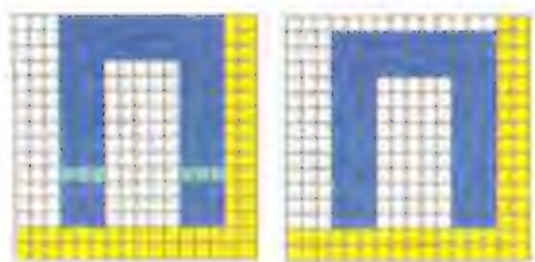

Рис. 3
**Увеличение и уменьшение высоты символа** — эта пара инструментов изменяет высоту редактируемого символа на один пиксел. При наведении на знакоместо курсора мыши включённые пиксели редактируемого символа в строке, где находится курсор, будут окрашены в голубой цвет, как показано на **рис. 3** слева. После щёлчка правой кнопкой мыши по выделенной строке произойдёт следующее. Если задано уменьшение высоты символа, выделенная строка будет удалена, а всё, что находилось выше её, опустится вниз на один пиксел, как показано на **рис. 3** справа. При увеличении высоты символа всё, что находится выше выделенной строки, будет сдвинуто на один пиксел вверх, а на освободившемся месте будет продублирована выделенная строка. Операция увеличения высоты не будет выполнена, если верхняя строка знакоместа не пуста.